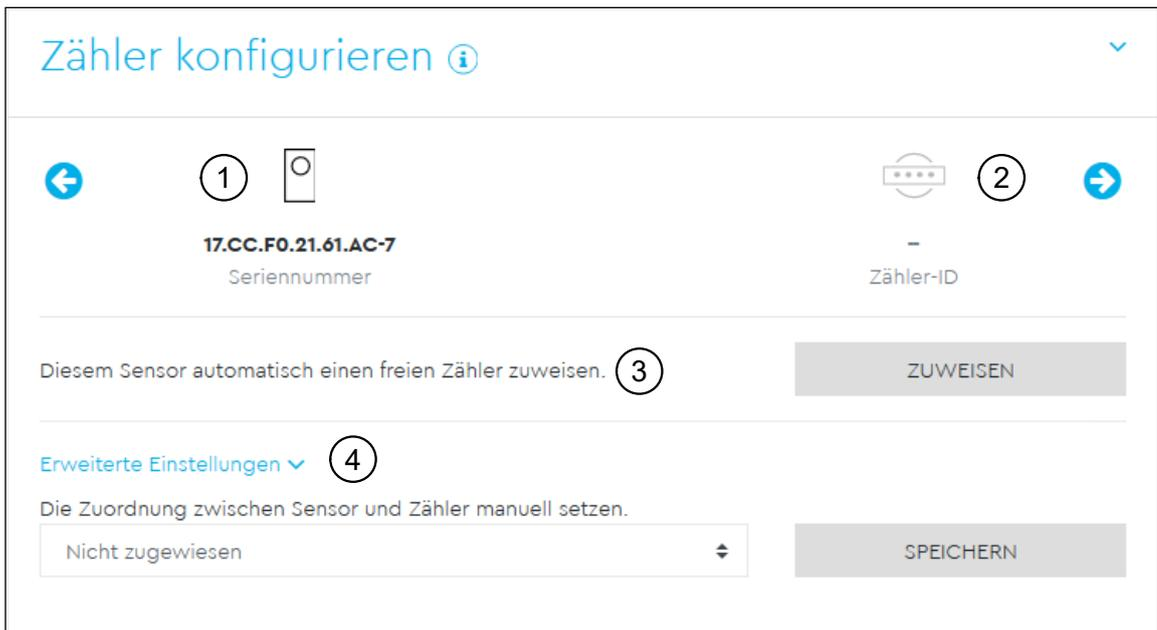

Abb. 15: App „Sensoren“ – Einstellungen – Widget „Zähler konfigurieren“ – Sensor ohne zugewiesenen Zähler
Falls ein Sensor ausgewählt ist, dem noch kein Zähler zugewiesen wurde, wird die Seriennummer des Sensors (Pos. 1 in Abb. 15) angezeigt. Das Zähler-Icon ist ausgegraut (Pos. 2 in Abb. 15), und es wird keine Verbindung zwischen Sensor und Zähler angezeigt. In der Detailkonfiguration erscheinen folgende Möglichkeiten:
- Automatisch zuweisen (Pos. 3 in Abb. 15): Durch einen Klick auf **„Zuweisen“** wird diesem Sensor automatisch ein freier Zähler zugewiesen. Dabei werden nur Zähler verwendet, die noch keine Konfiguration oder Zählerstände enthalten.
- Erweiterte Einstellungen (Pos. 4 in Abb. 15): Manuelle Zuweisung. Hier kann aus der Liste aller freien Zähler manuell einer ausgewählt werden, der diesem Sensor zugewiesen wird. Die Zuweisung erfolgt durch einen Klick auf **„Speichern“**. Dabei können auch Zähler ausgewählt werden, die bereits eine Konfiguration oder Zählerstände enthalten. Diese bleiben dabei erhalten. Diese Option kann z. B. bei einem Austausch von Sensorbars genutzt werden.
Alternativ kann eine manuelle Zuordnung durchgeführt werden. Dabei wird jeder Sensor einzeln ausgewählt und unter **„Zähler konfigurieren / Erweiterte Einstellungen“** (Pos. 4 in Abb. 15 auf Seite 29) einem Zähler mit einer bestimmten ID zugeordnet. Diese Option kann gewählt werden, falls nachgelagerte Systeme bestimmte Zähler-IDs erwarten.